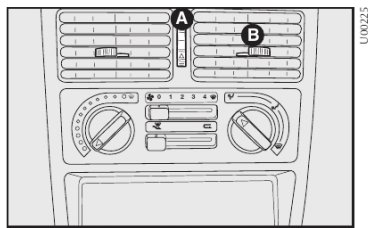

fig. 27
DIFUSORES ORIENTÁVEIS E REGULÁVEIS - figs. 27 e 28
6) Comando para regulagem da quantidade de ar nos difusores centrais **A-fig. 27**: posição difusor fechado (girar para baixo).